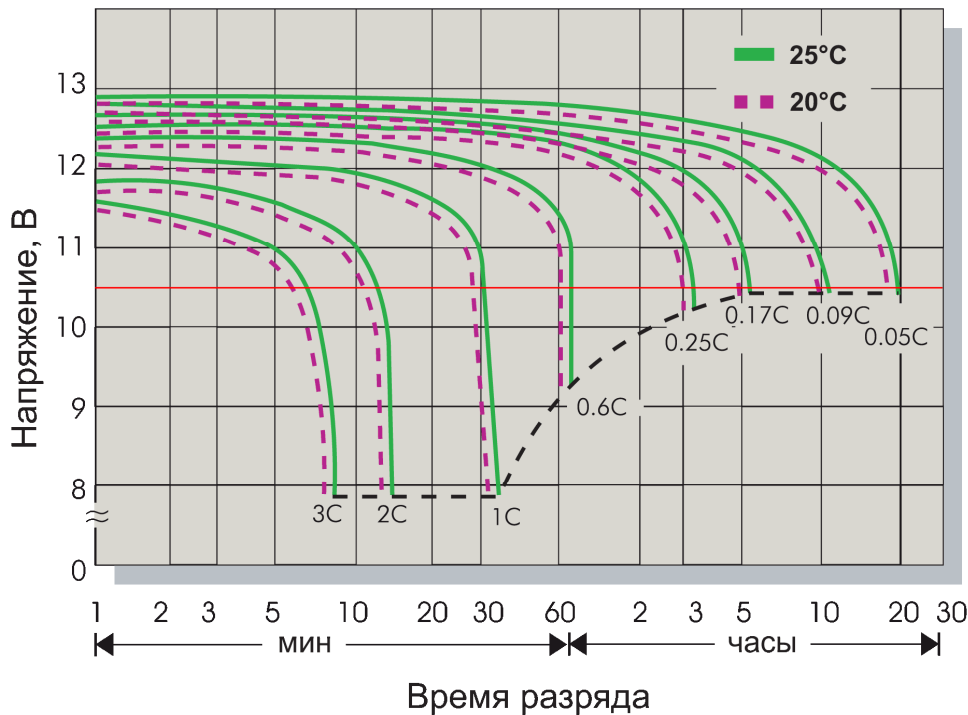
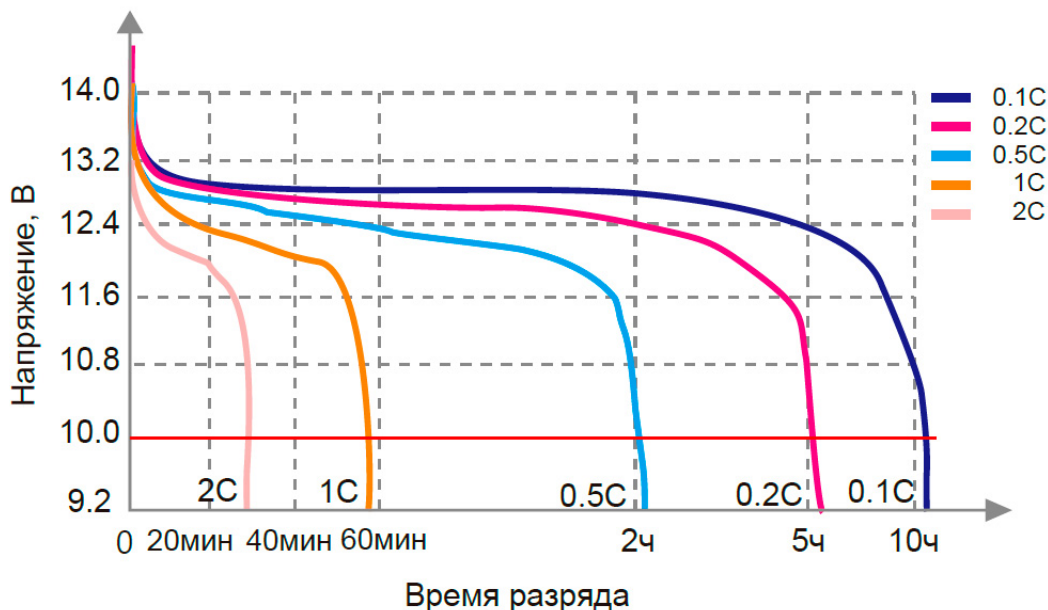

Рис. 10
Рис. 11
- На графике разрядных характеристик аккумулятора находим кривую, соответствующую полученному отношению (в качестве примера на рис. 10 приведены типовые разрядные характеристики кислотных АКБ, на рис. 11 – LiFePO4 АКБ). Ищем точку пересечения этой кривой с горизонтальной линией, соответствующей напряжению отключения ИБП U_{off} (по умолчанию для кислотных АКБ 10,5В, для LiFePO4 АКБ 10,0В, на графиках показаны красным цветом). Проводим из этой точки вертикаль к оси времени и получаем время автономной работы ИБП.